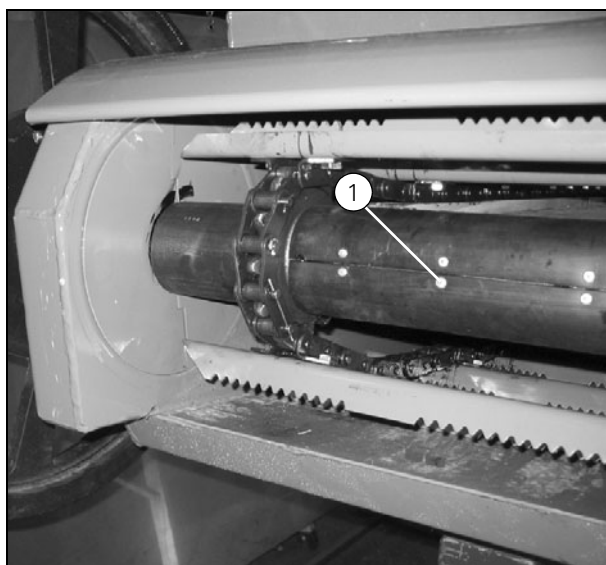

Рисунок 23
9. Отрегулируйте положение крышки (F) так, чтобы она располагалась непосредственно по краю приемного элеватора.
10. Установите защитные трубки (C) на вал и скрепите их при помощи заклепок (2) (Рис. 23).